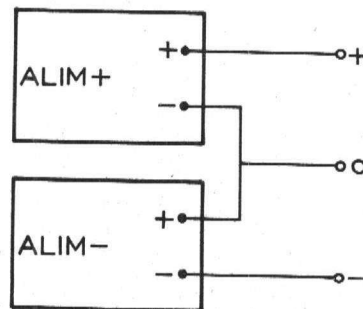

Figure 2
En (D) même montage mais les diodes sont orientées en sens inverse, ce qui donne une alimentation « négative ». Pour obtenir une **alimentation double**, on réunit une alimentation positive et une alimentation négative, comme indiqué à la **figure 2**. Les alimentations, donnant deux fois une tension continue E sont désignées souvent par alimentations $\pm E$. Il est toutefois possible que les deux alimentations soient différentes en tension et même par leurs schémas.